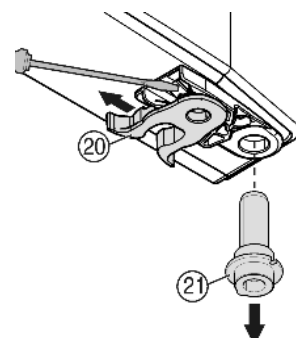

Fig. 8
- Federklemme Fig. 8 (20) umsetzen: Rastnase runterdrücken, Federklemme darüber hinweg abziehen.
- Lagerbolzen Fig. 8 (21) aus der Türbuchse herausziehen und zusammen mit der Scheibe auf der Gegenseite einsetzen. Die Rastnase muss zur Innenseite der Tür zeigen, die Kerbe zur Außenseite.
- Tür unten einschwenken und den Lagerbolzen Fig. 8 (21) in den Lagerbock einsetzen. Ggf. den Lagerbolzen drehen, so dass er einrasten kann.